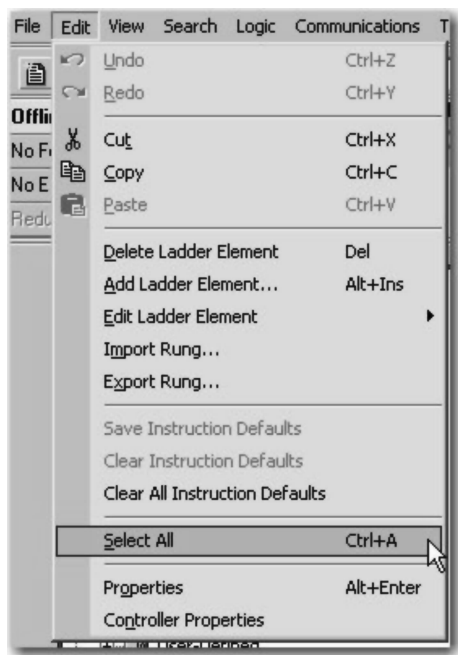

图 13-3 编辑菜单
6. 在工具栏菜单中，选择“编辑 > 全选”（Edit > Select All），如图 13-3 所示。这将选中此例程中的全部 8 个梯级。